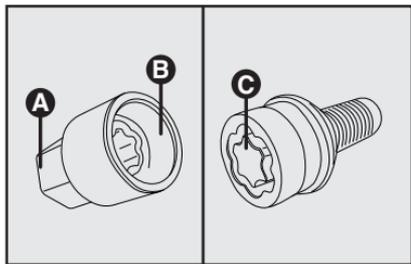

fig. 19
- Retirar da bolsa de ferramentas a chave soquete (ou em local opcional no veículo) **fig. 19**, que destrava o mecanismo antifurto.
- O destravamento da roda deve ser realizado encaixando a extremidade **B** da chave soquete **fig. 19** no encaixe **C** do parafuso especial de retenção da roda. Na extremidade **A** deve ser encaixada a chave de roda fornecida com o veículo;